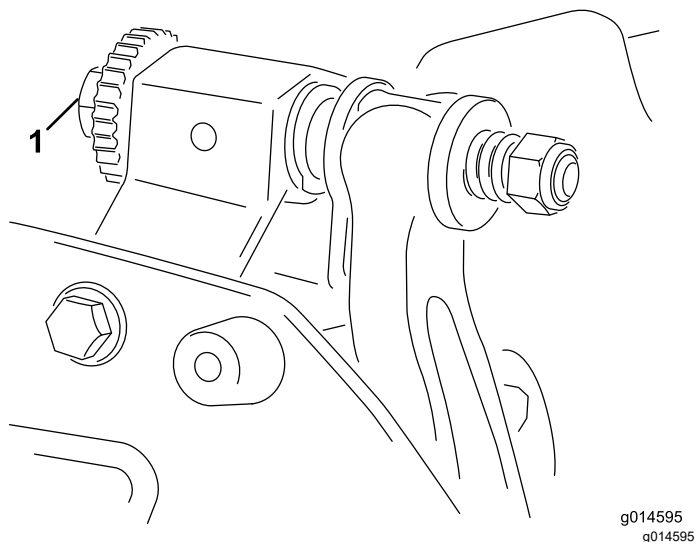

Figura 6
- A. Ruotate le viti di regolazione della barra di appoggio in senso orario (Figura 6), uno scatto alla volta, fino ad avvertire e ad udire un leggero contatto.
6. Ruotate la vite di regolazione destra (Figura 6) della barra di appoggio fino a quando non sentite una lieve pressione sullo spessore, facendolo scorrere da lato a lato. Rimuovete lo spessore.